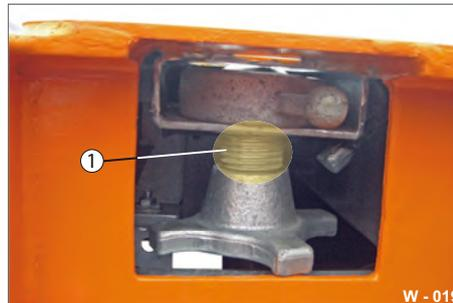

Abb. 23 Gewinde schmieren
- ▶ Gewinde (Abb. 23/1) mit Maschinenfett einfetten.